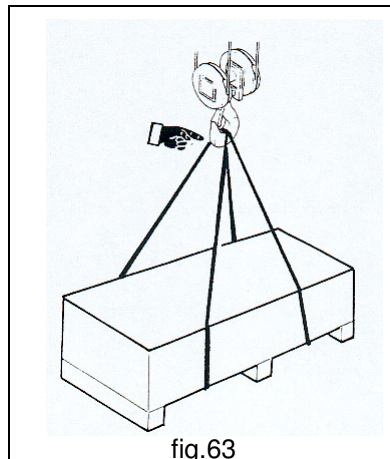

fig.63
- **SEMPRE** assicurare in modo corretto le imbracature del carico al gancio di sollevamento, dopo aver provveduto ad equilibrare il carico stesso prima di sollevarlo, porre in tensione le imbracature con manovre lente e sicure (fig.63).